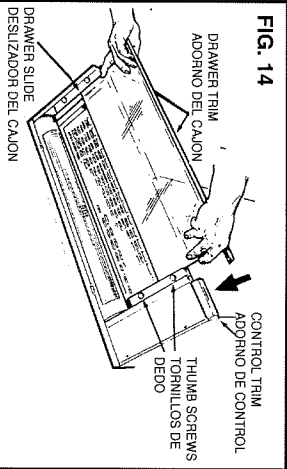

FIG. 14
13. **Install glass drawer assembly.** (FIG. 14)
13. **Instale el ensamblaje de la caja de vidrio.** (FIG. 14)